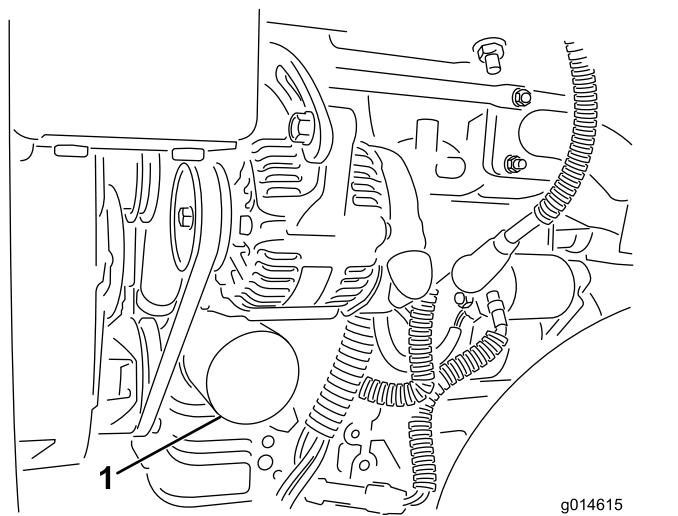

Figure 27
2. Déposez le filtre à huile (Figure 27). Appliquez une fine couche d'huile sur le joint du filtre de rechange.